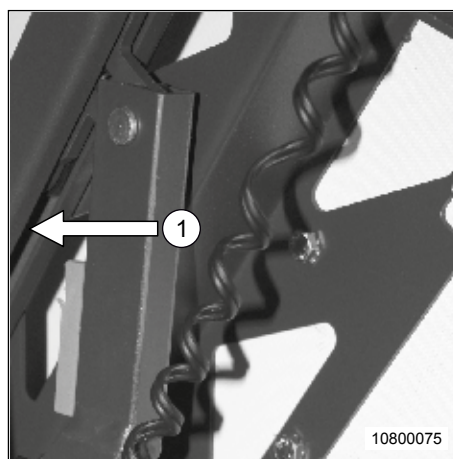

Fig. 114 Guidage à rouleaux du lit de pavillon
- Graisser le guidage à rouleaux (Fig. 114, pos. 1) du lit de pavillon avec de la vaseline exempte d'acide une fois par mois.